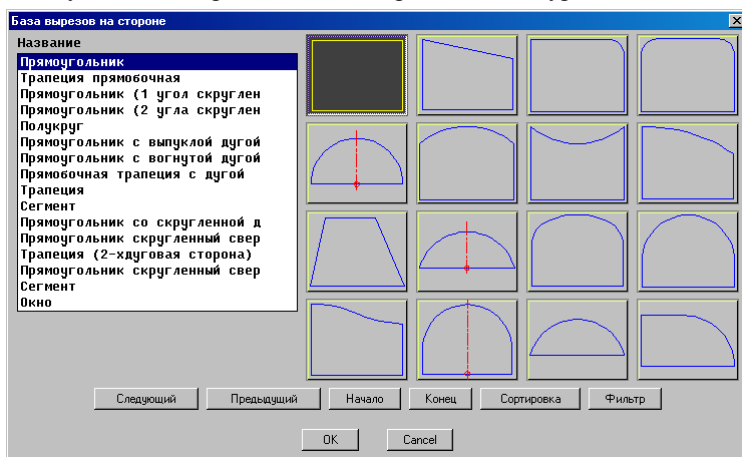

Рис. 5.8. Вырезы на стороне
Параметры: Количество параметров различно, в зависимости от формы выреза. Вместе с параметрами выреза в диалоговом окне определяется его привязка (DX) - расстояние от базовой точки операции до нуля СК выреза. Ось X выреза всегда направлена вдоль указанного ребра объекта (на слайде рис. 5.8 стр. 175 ось X выреза направлена вдоль нижнего горизонтального ребра слайда).
- 2) Выбрать в открывшемся диалоговом окне (рис. 5.8) форму выреза (в данном примере трапецию прямоугольную).